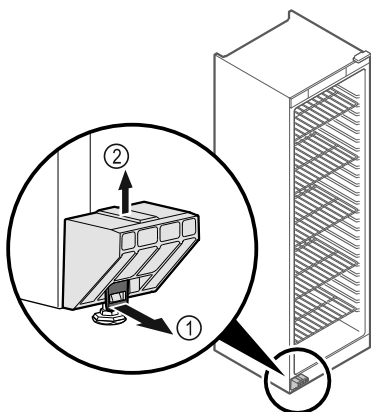

Fig. 6
- ▶ Povucite spojnicu Fig. 6 (1) prema naprijed.
- ▶ Povucite transportni osigurač Fig. 6 (2) prema gore.